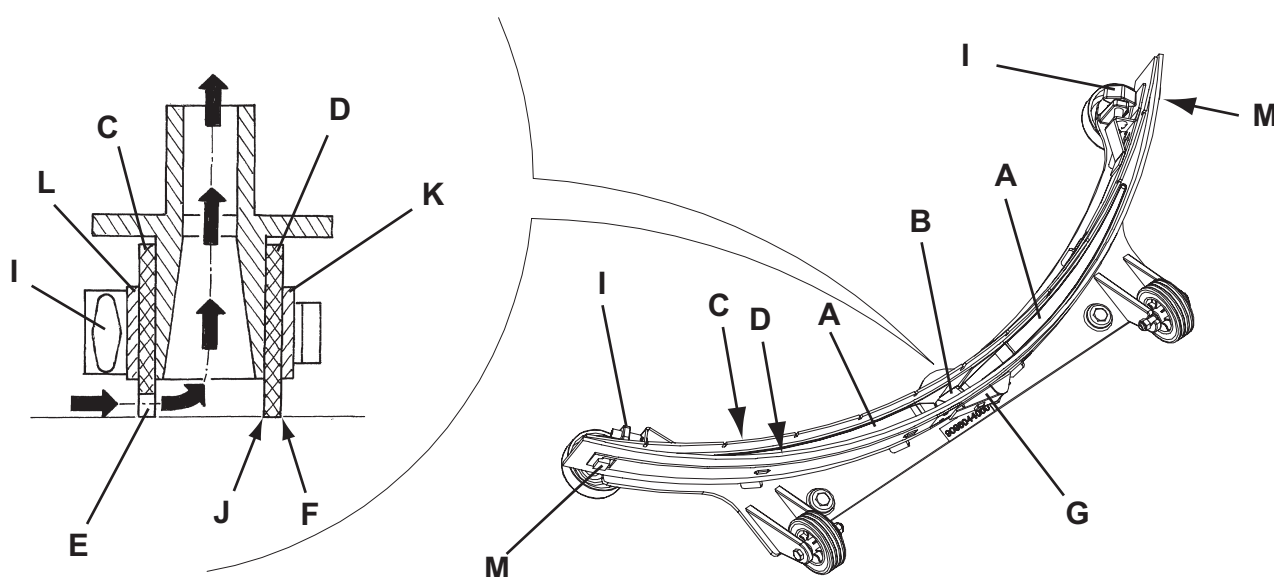

Figure 4
3. Baisser l'embouchure (21) au moyen du levier (7).
4. Desserrer les boutons (22) et déposer l'embouchure (21).
5. Déconnecter le tuyau d'aspiration (10) de l'embouchure.
6. Laver et nettoyer l'embouchure (Fig. 4). Nettoyer en particulier les compartiments de convoyage (A) et l'orifice d'aspiration (B) de la saleté et des déchets. Contrôler que la lamelle en caoutchouc avant (C) et la lamelle en caoutchouc arrière (D) sont intactes et qu'elles ne présentent pas de coupures ou déchirures ; dans le cas contraire, les remplacer (voir la procédure au paragraphe suivant).
1. Nettoyer l'embouchure (Fig. 4) comme décrit au paragraphe précédent.
2. Contrôler que le bord (E) de la lamelle en caoutchouc avant (C) et le bord (F) de la lamelle en caoutchouc arrière (D) se posent simultanément sur le marbre de contrôle, et en toute leur longueur ; dans le cas contraire, régler leur hauteur en procédant selon les instructions suivantes :
- Déposer le tirant (G), décrocher les dispositifs de retenue (M) et régler la lamelle en caoutchouc arrière (D), puis accrocher les dispositifs de retenue et installer le tirant.
- Desserrer les boutons (I) et régler la lamelle en caoutchouc avant (C), puis serrer les boutons.
3. Contrôler que la lamelle en caoutchouc avant (C) et la lamelle en caoutchouc arrière (D) sont intactes et qu'elles ne présentent pas de coupures ou déchirures ; en cas contraire, les remplacer en procédant comme suit. Contrôler que l'arête (J) de la lamelle en caoutchouc arrière n'est pas usée ; en cas contraire, tourner la lamelle en caoutchouc, en remplaçant l'arête usée avec l'une des trois arêtes intactes. Si toutes les arêtes sont usées, remplacer la lamelle en caoutchouc en procédant comme suit :
- Déposer le tirant (G), décrocher les dispositifs de retenue (M) et enlever la bande de retenue (K), puis remplacer / tourner la lamelle en caoutchouc arrière (D).
- Dévisser les boutons (I) et enlever la bande de retenue (L), puis remplacer la lamelle en caoutchouc avant (C).
4. Connecter le tuyau d'aspiration (10) à l'embouchure.